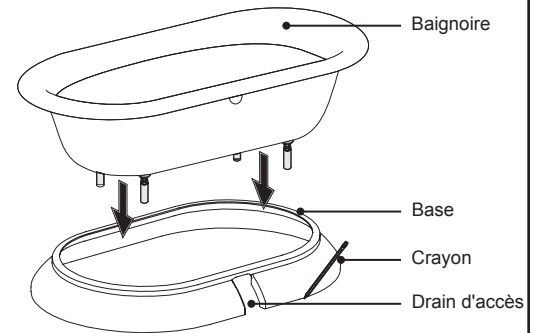

Figure 27. Baignoire de placement
- Avec un crayon, esquisse la base du piédestal, en prenant note où l'accès de vidange est située (Figure 27).